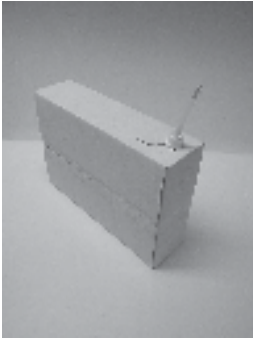

Fig. 1.
1. **Öppna boxen vid perforeringen på undersidan, drag ut slangen (se fig 1). Skruva ihop kopplingen så att förseglingen till påsen bryts (se instruktion på boxen). Dra ut slangen och kopplingen så att de kommer helt utanför boxen.**